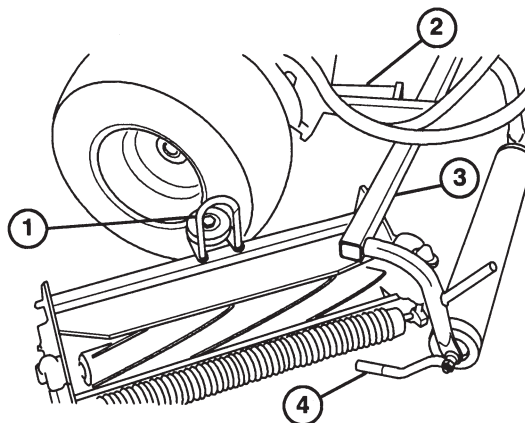

Figure 1
2. Poussez les plateaux de coupe sous les bâtis de traction et placez l'anneau situé en haut des plateaux sur le bras de relevage (Fig. 1).